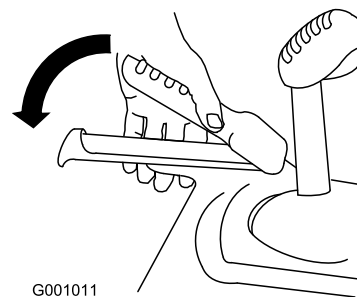

Figura 29
1. Per innestare il comando della trazione premete la leva sinistra (trazione) contro l'impugnatura (Figura 29).